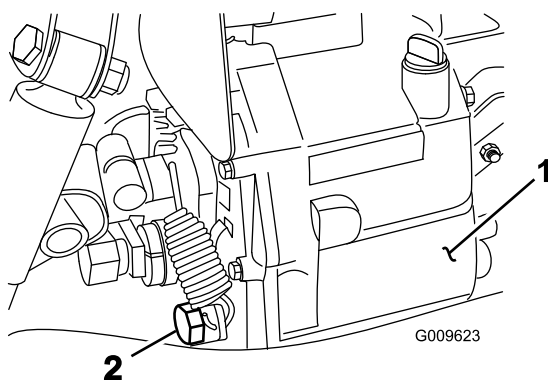

Figura 72
2. Retire el tapón de vaciado del lado del depósito y deje que se drene el fluido hidráulico en el recipiente (Figura 72).